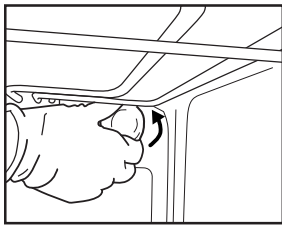

Рис. 6
2. Отверните крышку лампы (Рис. 6), замените лампу (тип лампы см. в примечании) и проверните крышку лампы на место.